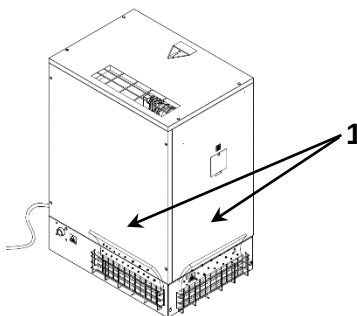

FIG. 17A
- Curățați panoul de filtrare Ref. 1 Fig. 17A cu jet de aer; spălați-l cu apă și **nu folosiți solvenți**.